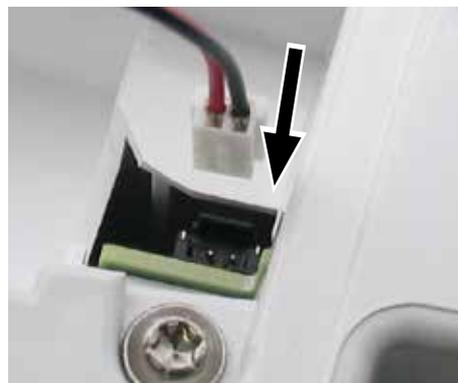

Fig. 3
**i** *Per la messa in funzione, inserire il cavo di collegamento del portabatterie nell'apparecchio (Fig. 3).*